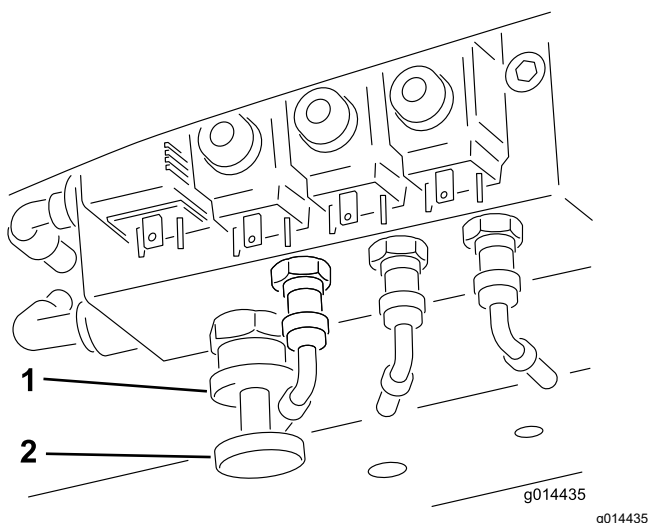

Figura 33
Para activar la transferencia de peso: Puede variarse la cantidad de peso transferida dependiendo de las condiciones de trabajo, girando la rueda de transferencia manual de peso (Figura 33):
1. Afloje la contratuerca de la válvula $\frac{1}{2}$ vuelta en sentido antihorario y sujétela en esa posición (Figura 33).
2. Gire la rueda manual de la válvula (Figura 33) en sentido antihorario para reducir la transferencia de peso o en sentido horario para aumentar la transferencia de peso.